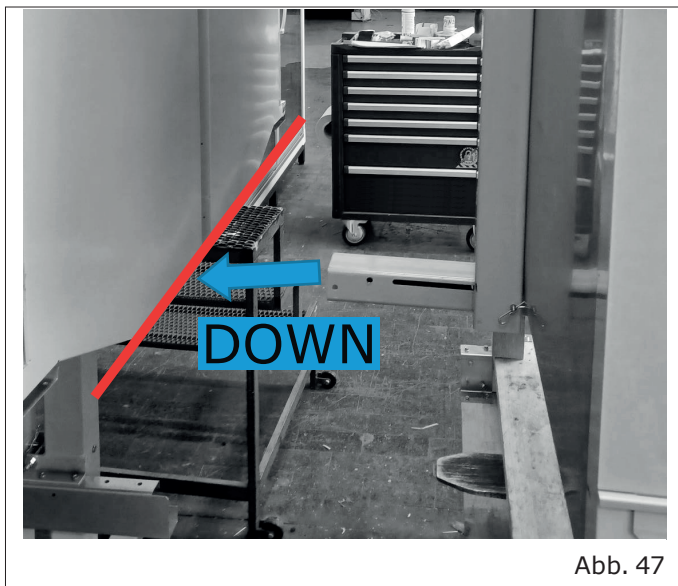

Abb. 47
- Das Kühlmöbel so positionieren, dass sich der obere Längsträger oberhalb der Dachlinie der Gondel befindet ("Abb. 46") und dass sich der untere Längsträger unterhalb der Wannennlinie der Gondel befindet ("Abb. 47 , S. 31").